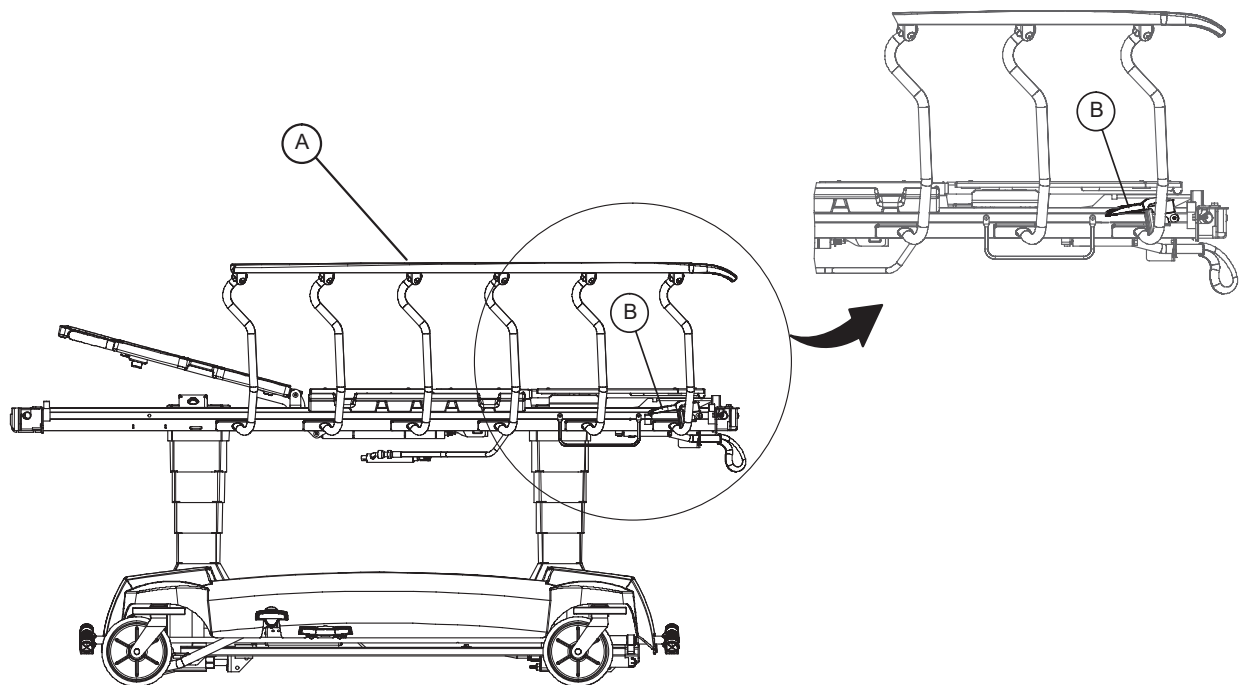

Figure 6 - Côtés de lit
Pour relever les côtés de lit : Tirer le côté de lit (A) vers le haut et l'élever au maximum jusqu'à ce que le verrou (B) s'enclenche, comme illustré dans la figure 6.
Pour abaisser les côtés de lit : Tirer le verrou (B) vers le haut et abaisser le côté de lit au maximum, comme illustré dans la figure 6. Les verrous (B) sont de couleur jaune afin de les repérer facilement.